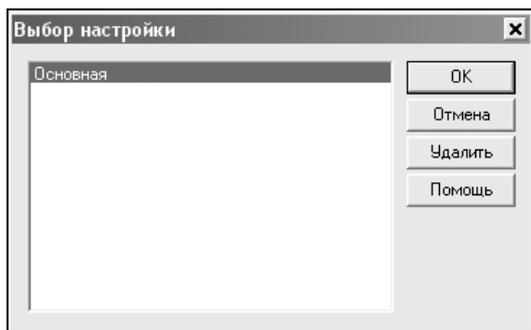

Рис. 7.2. Диалог выбора варианта настройки отчета
- ◆ Кнопка  — **Открыть настройку**. Нажатие этой кнопки вызывает диалог выбора варианта настройки (рис. 7.2).